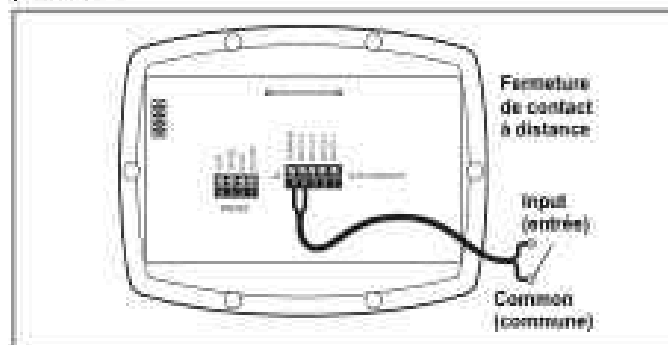

Figure 5. Raccordement aux contacts à distance
2. Raccorder un côté de la fermeture du contact à distance à la borne COMMON (commune) sur le connecteur J3 REMOTE CONTROL (télécommande J3) du régulateur. Voir la Figure 5.